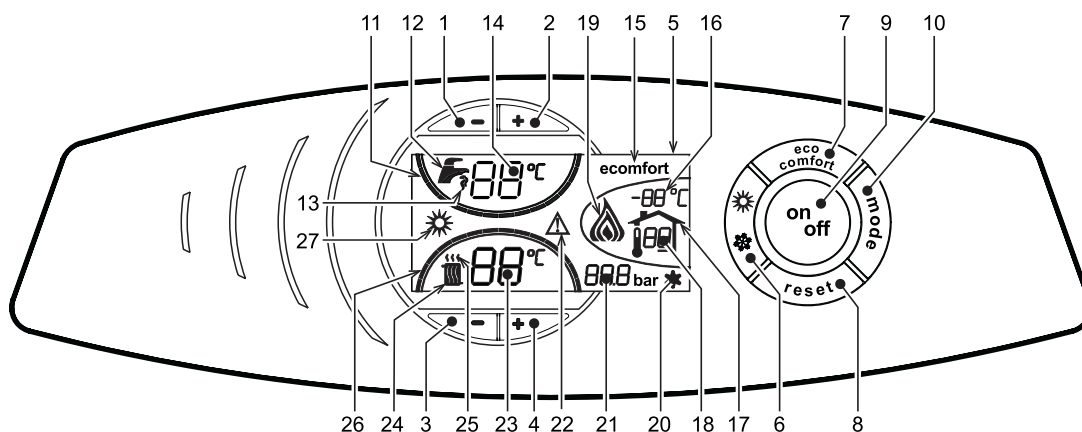
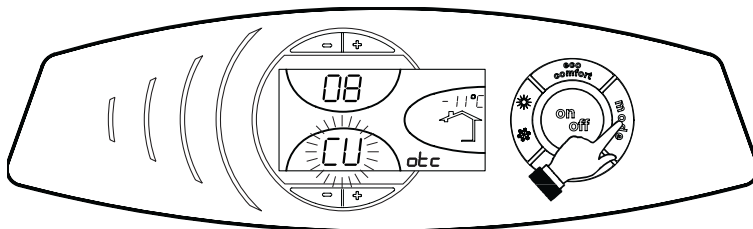
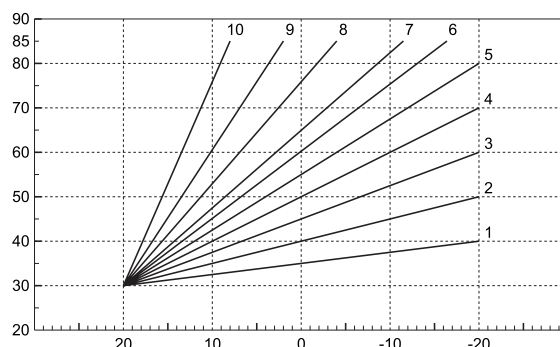

рис. 1 - Панель управления
рис. 11 - Кривая компенсации
рис. 13 - Компенсационные характеристики
О поступлении команды на включение отопления (от комнатного термостата или от пульта ДУ) предупреждает мигание индикатора теплого воздуха над радиатором (поз. 24 и 25 - рис. 1).
Индексные метки с подсветкой системы отопления (поз. 26 - рис. 1) зажигаются по мере приближения измеряемой датчиком температуры к заданному значению.
О поступлении команды включения котла на нагрев бойлера, генерируемой при остывании воды в бойлере, предупреждает мигание соответствующего индикатора (поз. 13 - рис. 1). Убедитесь, что функция Comfort включена (поз.15 - рис. 1)
Индексные метки с подсветкой системы ГВС (поз. 11 - рис. 1) зажигаются по мере приближения измеряемой датчиком температуры к заданному значению.
При включенной системе нагрева воды в бойлере (заводская установка) на дисплее отображается символ режима COMFORT (поз. 15 - рис. 1); наоборот, если система нагрева выключена, на дисплее высвечивается символ режима ECO (поз. 15 - рис. 1)
Бойлер может быть выключен пользователем (режим ECO) путем нажатия кнопки  (поз. 7 - рис. 1). Для включения режима COMFORT снова нажмите клавишу  (поз. 7 - рис. 1).
Если после правильного появления индикации запроса на нагрев отопления (поз.25 - рис.1) или нагрев бойлера (поз.13 - рис.1) горелки не зажгутся, а на дисплее появляется код неисправности A01, подождите около 15 секунд, затем нажмите кнопку RESET. Таким образом, после сброса, обеспечивается повторение электронным блоком цикла розжига. Если горелки не зажгутся и после второй попытки, то смотрите параграф поиска неисправностей.
Нажмите клавишу  (поз. 9 - рис. 1) в течение 1 секунды.
Для повторного включения котла вновь нажмите клавишу  (поз. 9 рис. 1) в течение 1 секунды.
- Нажмите кнопку ВКЛ/ВЫКЛ (поз.9 - рис. 1)
Нажмите клавишу  (поз. 6 - рис. 1) в течение 1 секунды.
На дисплее высвечивается символ «Лето» (поз. 27 - рис. 1). При этом котел будет только нагревать бойлер ГВС. Система защиты от замерзания остается активной.
Для переключения в режим «Зима» вновь нажмите клавишу  (поз. 6 - рис. 1) в течение 1 секунды.
Температура в системе отопления регулируется в пределах от 30 °C до 90 °C с помощью клавиш  (поз. 3 и 4 рис. 1); однако, не рекомендуется эксплуатировать котел при температуре ниже 45 °C.
Температура воды в бойлере ГВС регулируется в пределах от 10°C до 65°C с помощью клавиш  (поз. 1 и 2 - рис. 1).
При наличии датчика уличной температуры (опция) на дисплее панели управления (поз. 5 - рис. 1) отображается измеряемая этим датчиком температура. При этом система управления котлом работает в погодозависимом режиме. В этом режиме температура воды, подаваемой в систему отопления, регулируется в зависимости от уличной температуры с тем, чтобы обеспечить максимальный комфорт и экономию энергетических ресурсов в течение всего отопительного сезона. Так, при повышении уличной температуры понижается температура подачи воды в систему отопления, что производится по установленной «кривой компенсации».
С переключением в погодозависимый режим показатель температуры, устанавливаемый клавишами  (поз. 3 и 4 - рис. 1) соответствует максимальной температуре подачи воды в систему отопления. Рекомендуется устанавливать максимальное значение заданной температуры с тем, чтобы позволить системе регулировать изменение температуры во всем диапазоне значений.
При однократном нажатии кнопки  (поз. 10 - рис. 1) на дисплей выводится текущая компенсационная характеристика (рис. 11), которую можно изменить с помощью кнопок задания температуры воды ГВС  (поз. 1 и 2 - рис. 1). Измените конфигурацию кривой в пределах от 1 до 10 в зависимости от характеристики (рис. 13). При задании значения 0 функция регулировки в режиме плавающей температуры исключается.
При нажатии кнопок регулировки температуры отопления  (поз. 3 и 4 - рис. 1) открывается доступ к параллельному смещению характеристик (рис. 14), с помощью кнопок регулировки температуры в контуре ГВС  (поз. 1 и 2 - рис. 1).
Для выхода из режима параллельного смещения кривых еще раз нажать клавишу  (поз. 10 - рис. 1).